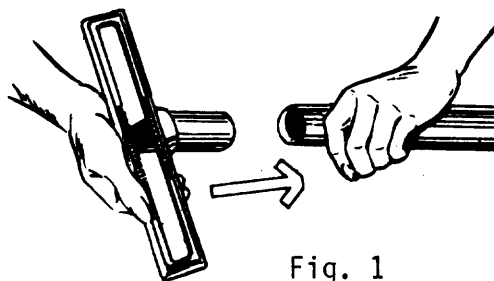

Fig. 1
- c Coloque el cepillo metálico giratorio en el tubo prolongador (fig. 1).